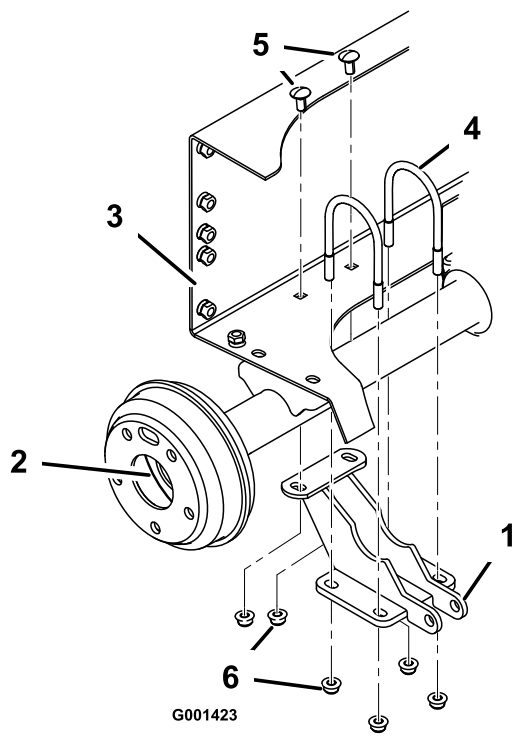

Figura 10
1. Monte provisionalmente el soporte del cilindro de elevación en el extremo derecho del eje trasero con 2 pernos en U y 4 tuercas con arandela prensada (3/8 pulgada), alineando los taladros de montaje con los taladros de la bandeja de la batería (Figura 10).
- Sujete el soporte del cilindro de elevación al bastidor trasero con 2 pernos de cuello cuadrado (3/8 x 1 pulgada) y 2 tuercas con arandela prensada (3/8 pulgada). Apriete uniformemente las 4 tuercas con arandela prensada de los pernos en U hasta que el soporte esté alineado con el eje. Retire las 2 tuercas que sujetan la parte trasera del soporte al bastidor trasero (Figura 10).